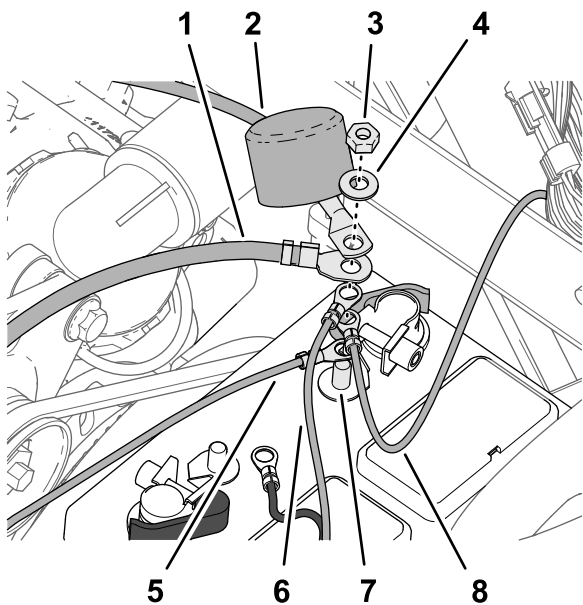

图211
2. 按照以下顺序将以下电线和接线端子连接至正极电池端子图211的螺纹柱上
- 将启动马达正极电池接线的绝缘盖放到螺纹柱的正上方图211。